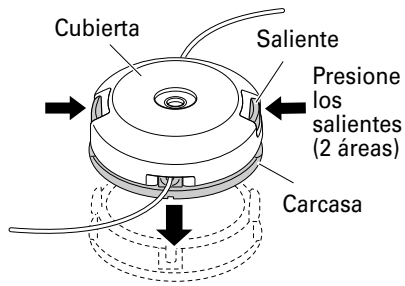

Fig. 22
- (2) Presione los salientes opuestos y, a continuación, extraiga la cubierta de la carcasa. (Fig. 22)